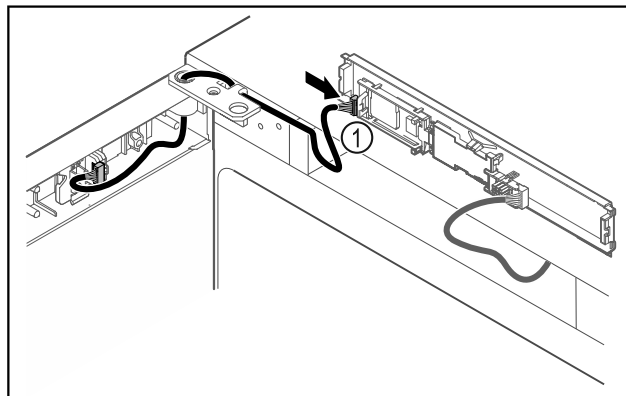

Fig. 49
- Připojte zástrčku Fig. 49 (1) na desku.